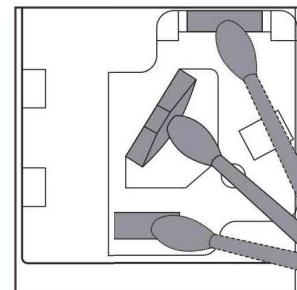

Abb. 10
- Reinigen Sie den Luftqualitätssensor mit einem feuchten Wattestäbchen und dann wischen Sie mit einem trockenen Wattestäbchen aus. (Abb.10)